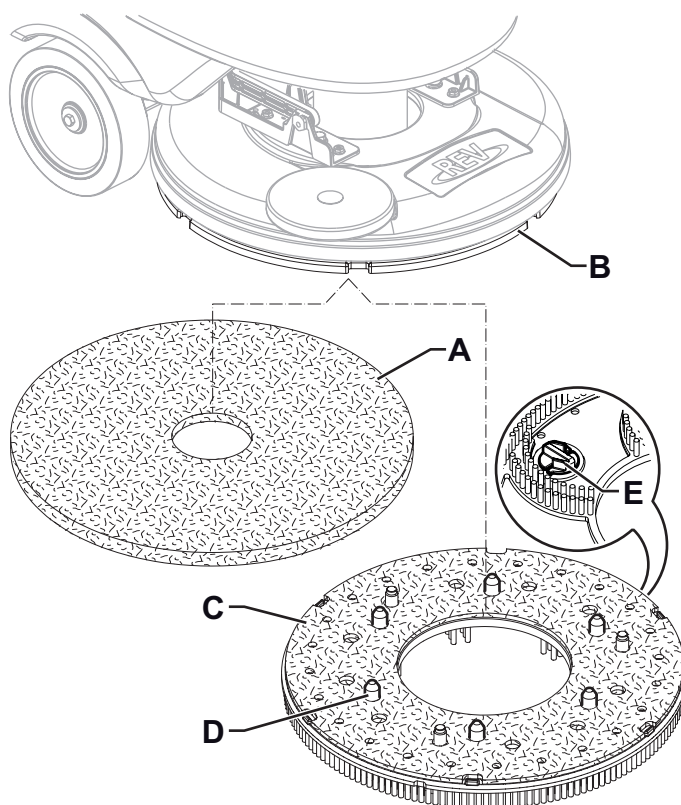

Рис. 3
1. Убедитесь, что платформа REV (37) поднята.
2. Отключите машину, нажав кнопку (42) и вытащите ключ пользователя (51).
3. В зависимости от типа проводимой уборки установите прокладку (А, рис. 3) или щетку (С, опция) и запомните следующее:
- Поместите щетку (С, опция) под платформу, а затем совместите центрирующие штифты (D) с соответствующими отверстиями приводного диска (В) и закрепите щетку тремя монтажными винтами (Е).